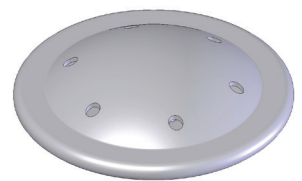

FIG 15-3
3. La tête de pulvérisation étant démontée, introduire complètement le ressort de détartrage (fourni) dans le tube de tête de pulvérisation. Une fois introduit correctement, pas plus de 5 cm du ressort ne devraient être visibles. Faites entrer et sortir cinq ou six fois. FIG 15-3. **REMARQUE** –Dans les régions où l'eau est très calcaire, cela pourrait être nécessaire quotidiennement. Cela permet d'éviter les problèmes d'entartrage de la cafetière et prend moins d'une minute.